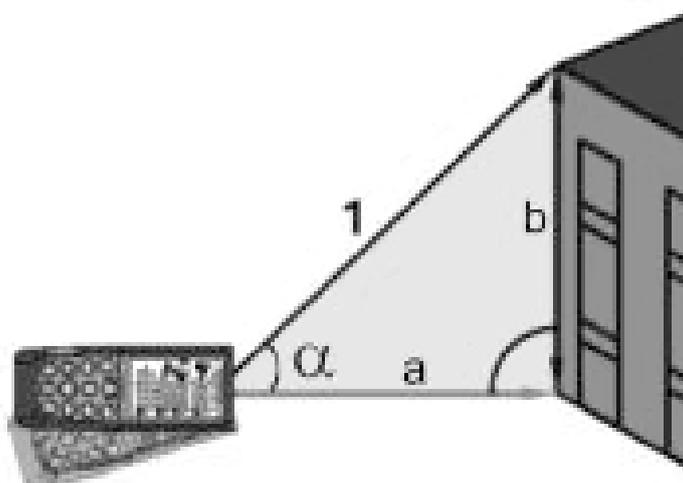

Fig. 12: Medição da distância com cálculo trigonométrico
3. Colocar o instrumento no ponto (1) correspondente ao valor do ângulo “ $\alpha$ ” pretendido (variável de  $\pm 65^\circ$  com inclinação transversal não superior a  $\pm 10^\circ$ ) da medição mostrada no primeiro display e premir o botão  ou o botão lateral **MEAS** (ver Fig. 12)
4. O valor da distância “1” é apresentado no display resultante. O valor da distância “a” é apresentado no terceiro display calculado como:  $a = (1) \cdot \cos \alpha$ . O valor da distância “b” é apresentado no segundo display calculado como:  $b = (1) \cdot \sin \alpha$  (ver Fig. 12)